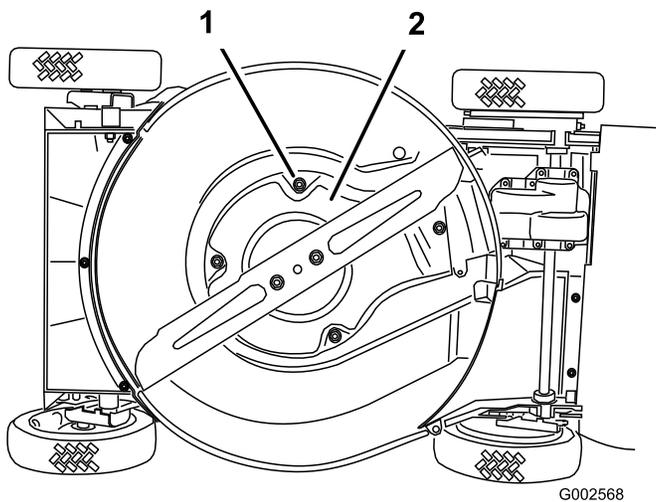

Figure 34
- Enlevez les 4 vis de fixation de la protection (Figure 34).